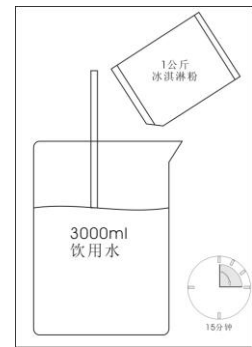

图 19
1. 先算好要制作的浆料多少升，如按 1：2.5（1KG 粉配 2.5Kg（3000ml）水）先加入水到干净的容器内，再将粉缓缓倒入，同时不停搅拌，直至全部倒入，并搅拌均匀。例如要做 60 升浆料，先放入 42 升水到自备的容器中，再倒入 18kg 粉即可。（见图 19）